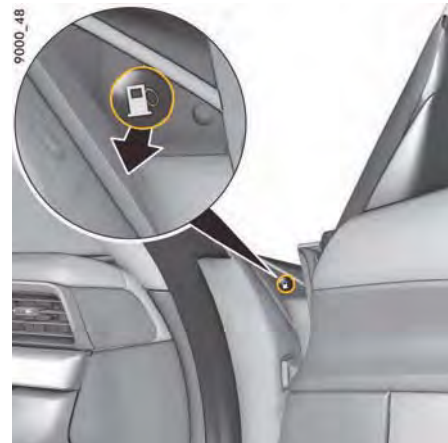

図51: 緊急時のフィラー・フラップの操作
2. 右側ドア開口部にあるボタン (図51) を引いてください。